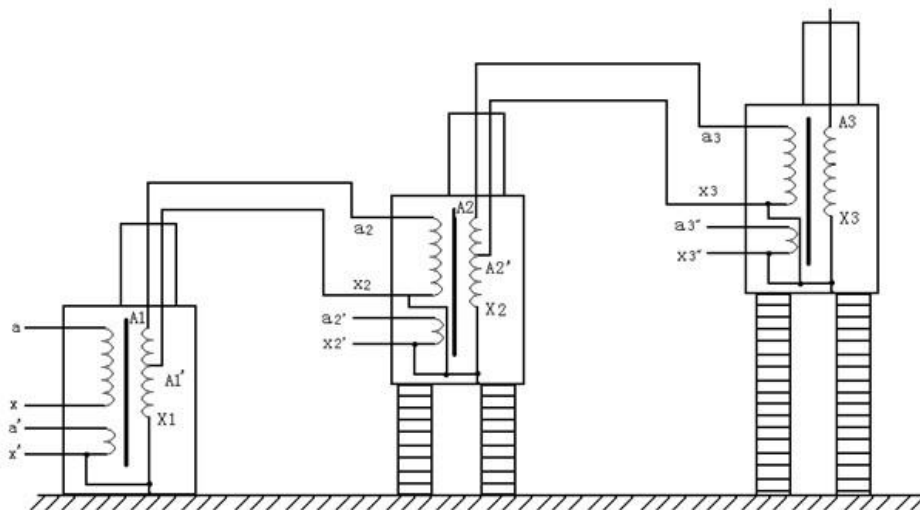

图 5
3.串级变压器接线及原理：如图 5
串级高压试验变压器有很大的优越性，三台试验变压器串级连接可获得更高的电压，因为整个试验装置由几台单台试验变压器组成，单台试验变压器容量小、电压低、重量轻，便于运输和安装。它既然可串接成高出几倍的单台试验变压器输出电压组合使用，又可分开成几套单台试验变压器单独使用。整套装置投资小，经济实惠。图 5 中，在第一级和第二级的每个单元试验变压器中都有一个励磁绕组 A1、C1 和 A2、C2。在串级试验变压器基本原理图中，低压电源加在试验变压器 I 的初级绕组 a1x1 上，单台试验变压 I、II、III 的输出电压都是 V。励磁绕组 A1、C1 给第二级试验变压器 II 的初级绕组供电；第二级试验变压器 II 的励磁绕组 A2、C2 给第三级试验变压器 III 的初级绕组供电。第二级试验变压器 II 和第三级试验变压器 III 的箱体分别处在对地为 1V 和 2V 的高电位上，所以箱体对地是绝缘的，试验变压器 I 的箱体是接地的。这样第一级、第二级、第三试验变压器对地的额定输出电压分别为 1V、2V、3V；其额定容量分别为 3P、2P、1P。